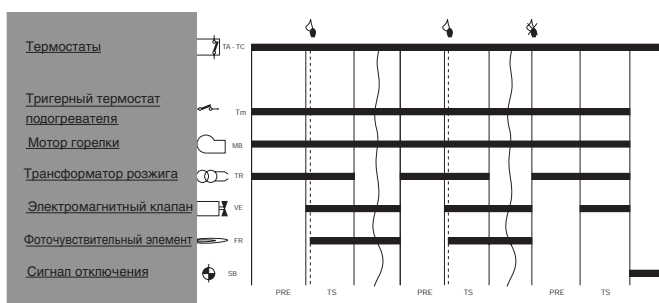

Рис. 9
- Работа установки начнется в соответствии с рисунками 10a и 10b и диаграммой Рис. 9: